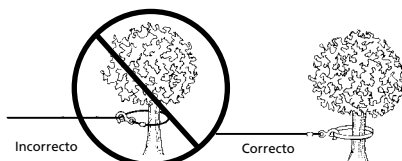

Figura 3
9. NUNCA ENGANCHE EL CABLE METÁLICO SOBRE SÍ MISMO PORQUE PODRÍA DAÑARLO. Use una eslinga de nilón (Figura 3).